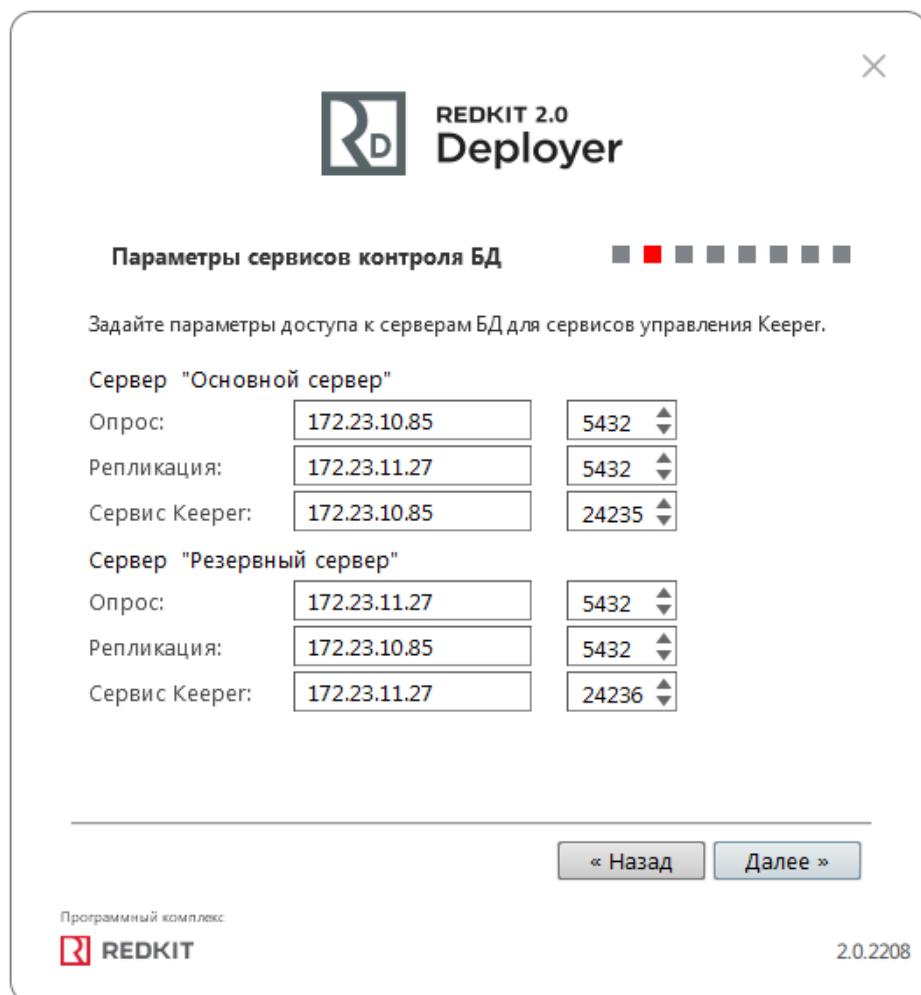

Рисунок 38 - Параметры сервисов контроля БД
6. Оставьте параметры сервисов контроля БД по умолчанию и нажмите **Далее** (Рисунок 38). Описание параметров сервисов контроля БД представлено в Таблице 6.